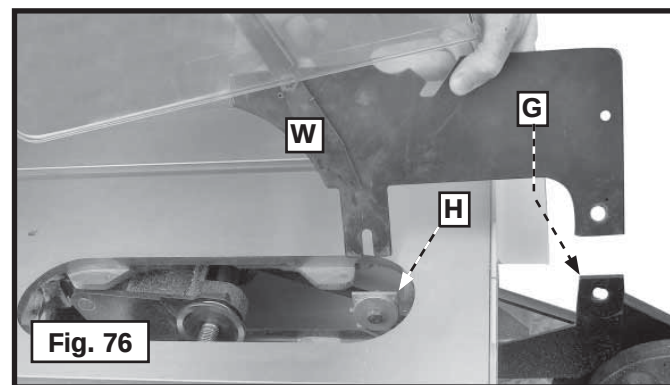

Fig. 76
⚠ PRECAUCIÓN: Para ciertas operaciones de corte (ranuras y molduras) en las que la pieza de trabajo no se corta totalmente, no se puede usar el ensamble de protector de hoja y hendedor. Afloje los tornillos en (G) y (H) fig. 76 levante y extraiga el ensamble de protector y hendedor (W).